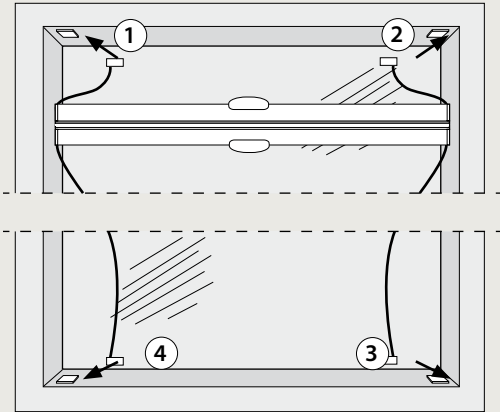

Abb. 4a
**Typ BB 24:** Erst die oberen Spannschuhe und dann die zwei unteren auf die Fixierblöcke schieben (Abb. 4a, 4b und 4c).